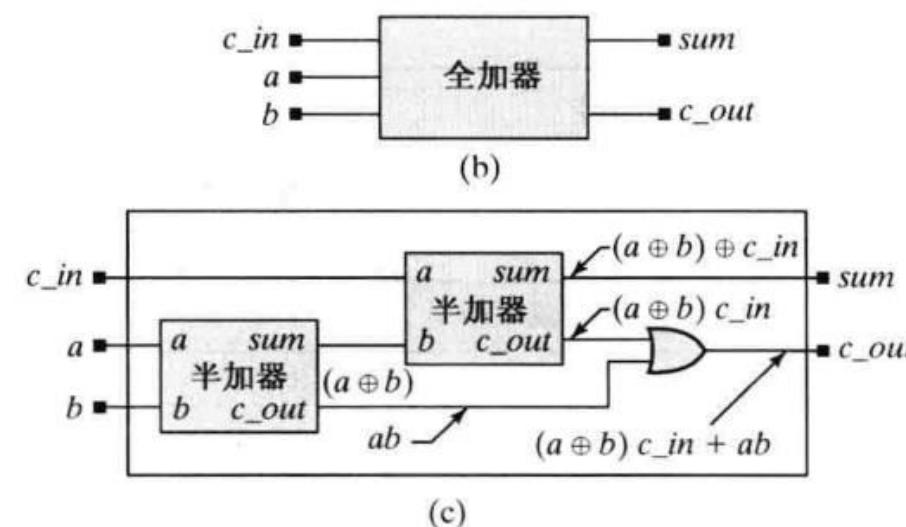

图 2.14 全加器: (a)真值表; (b)方框图符号; (c)由半加器和附加逻辑组成的全加器原理图
**例 2.2** 全加器有两个数据输入位、一个进位输入位、一个和输出位及一个进位输出位。全加器组合逻辑的真值表如图 2.14 所示。